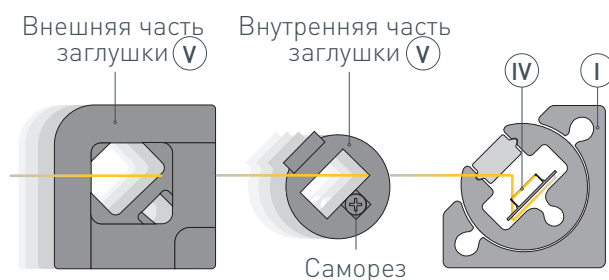

Рис. 5. Установка внешней части заглушки (V) на профиль (I), вид сверху
- Установите внешнюю часть заглушки (V) на профиль (I), как показано на рис. 5.